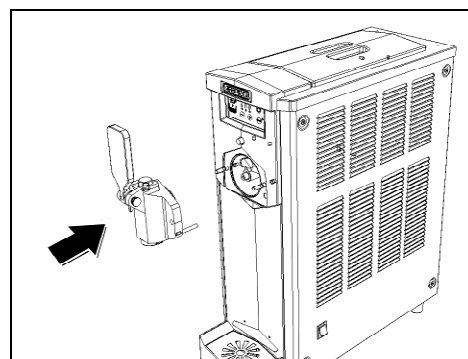

Fig. 22
- **V**uelva a montar la brida de forma tal que el perno de centrado se acople a su sede (fig.22).